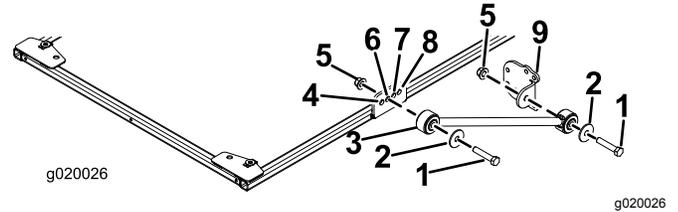

Bild 14
7. Befestigen Sie an jeder Seite des Sonnendachrahmens eine Strebe mit einer Schraube (1/2" x 2 1/2"), einer Scheibe (1/2") und einer Bundmutter (1/2") lose im zweiten Loch der Strebenhalterung, wie in Bild 14 abgebildet.
8. Befestigen Sie eine Strebenhalterung mit einer Schraube (1/2" x 2 1/2"), einer Scheibe (1/2") und einer Bundmutter (1/2") an jeder Strebe, wie in Bild 14 abgebildet.